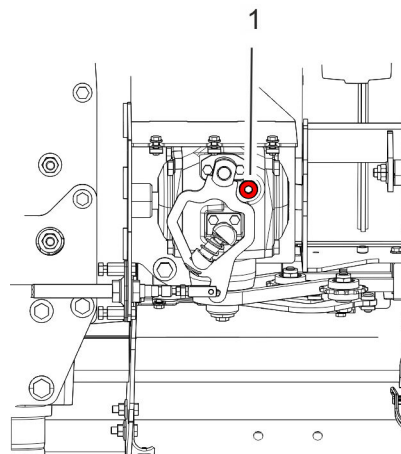

Abb. 64: Einfüllschraube
5. Einfüllschraube (Abb. 64/1) lösen.
9. Einfüllschraube (Abb. 64/1) festdrehen.